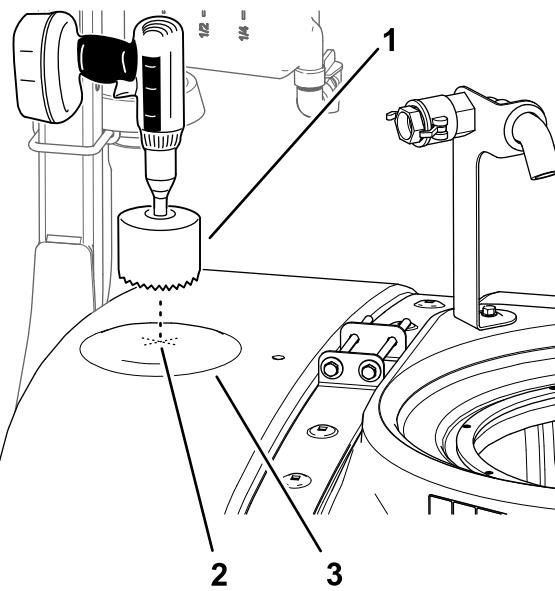

图 26
2. 在药缸顶部找到向前位置如图 26 所示。
3. 使用 9cm 孔锯在钻孔标记图 26 处钻孔。